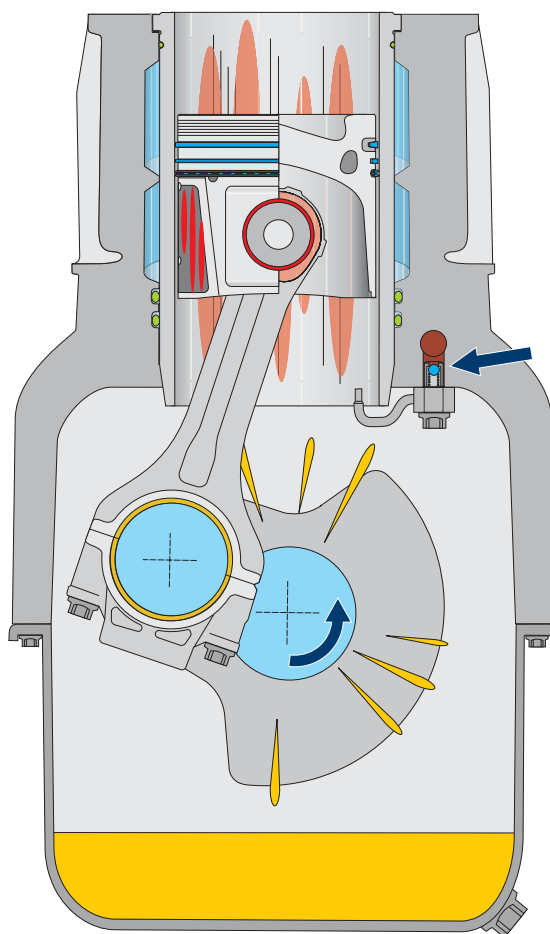

Abb. 1: Mangelschmierung bei exzessivem Leerlaufbetrieb
- Es tritt zu wenig Öl aus den Gleitlagern aus. Dadurch gelangt zu wenig Spritzöl auf die Zylinderwand. Schmutz und Abrieb werden nicht abgewaschen und verursachen bereits jetzt erhöhten Verschleiß und auch Schäden (Abb.1).
- Das Druckventil (Pfeil in Abb. 1) für die Kolbenspritzkühlung öffnet im Leerlauf nicht. Der Kolben wird nicht gekühlt und zu wenig abtropfendes Öl führt zu Mangelschmierung am Kolbenbolzen und der Pleuelbuchse.